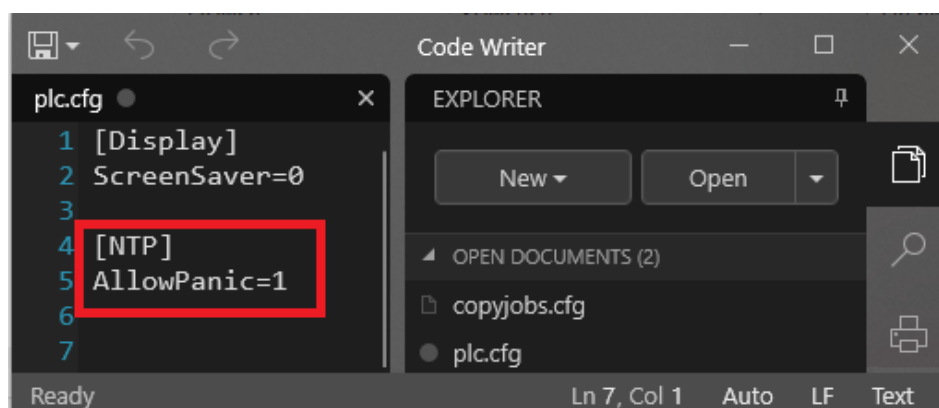

Рисунок 223 – Конфигурационный файл plc.cfg
- откройте на ПК файл **plc.cfg**. (Рисунок 223). В секции `[NTP]` установите значение параметра `AllowPanic` равным 0 (по умолчанию равен 1):